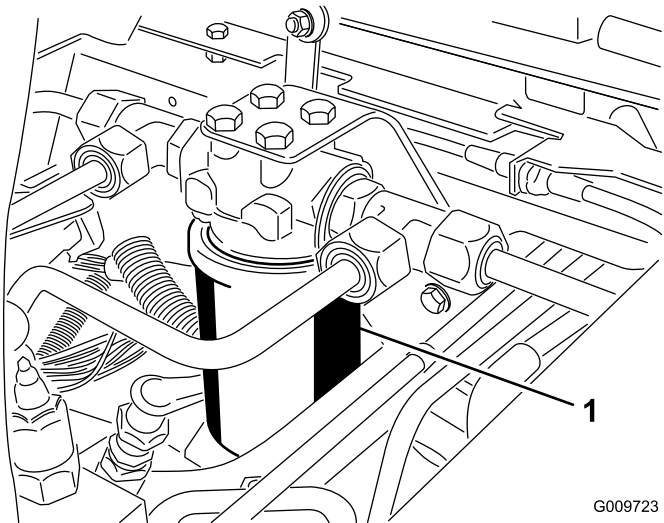
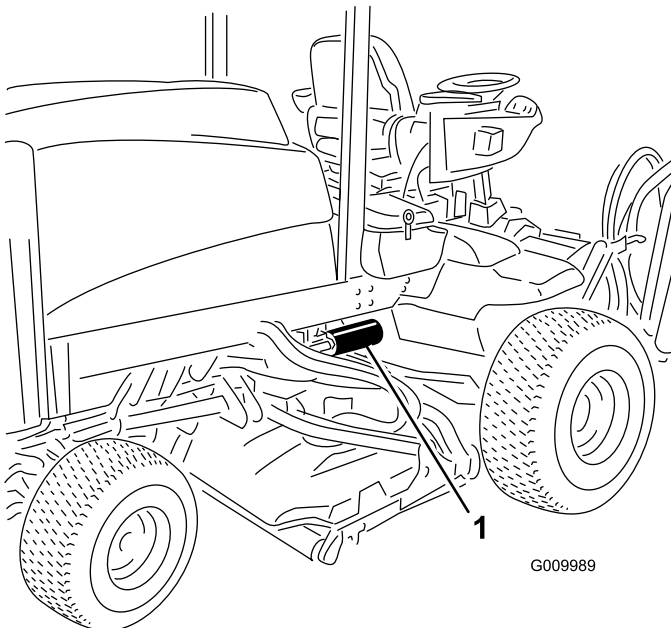

Figura 56
Figura 57
2. Pulite la superficie circostante il filtro. Collocate una bacinella di spurgo sotto il filtro (Figura 56 e Figura 57).